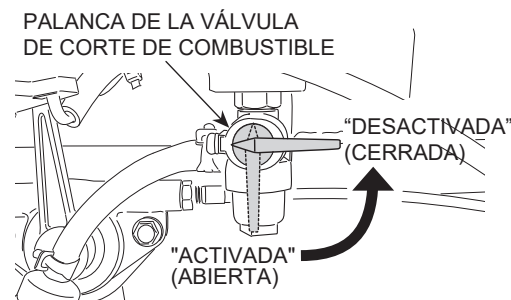

Figura 15. Palanca de corte de combustible (APAGADO)
2. Mueva la palanca de la válvula de corte de combustible a la posición de **APAGADO** (cerrado) (Figura 15).